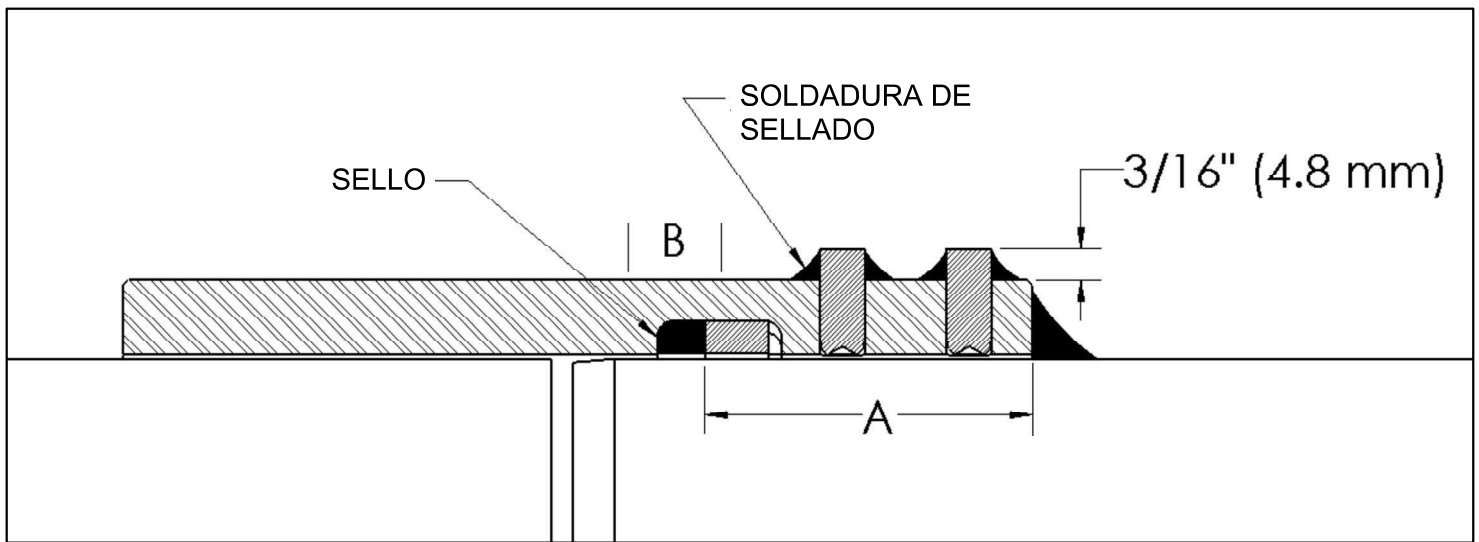

Figura 10
3. Corte o queme los tornillos de sujeción aproximadamente a $3/16"$ (4.8 mm) sobre la superficie exterior del "Weld+Ends" y selle con soldadura alrededor de los tornillos de sujeción. (Consulte la Figura 10). Se puede quitar un tornillo de sujeción por extremo para que sirva como venteo mientras se sueldan los tornillos de sujeción restantes. Antes de completar la instalación, se debe volver a instalar el tornillo que se quitó para el venteo y se debe soldar el sello.